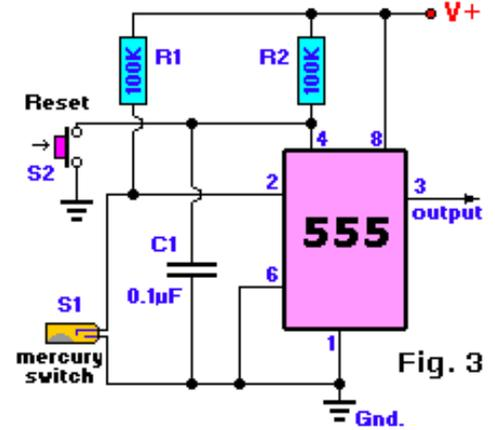

Fig. 3
plus rare 14-broches fig 3 .
F Package fig. 3
- Fig. 3 Tilt Switch